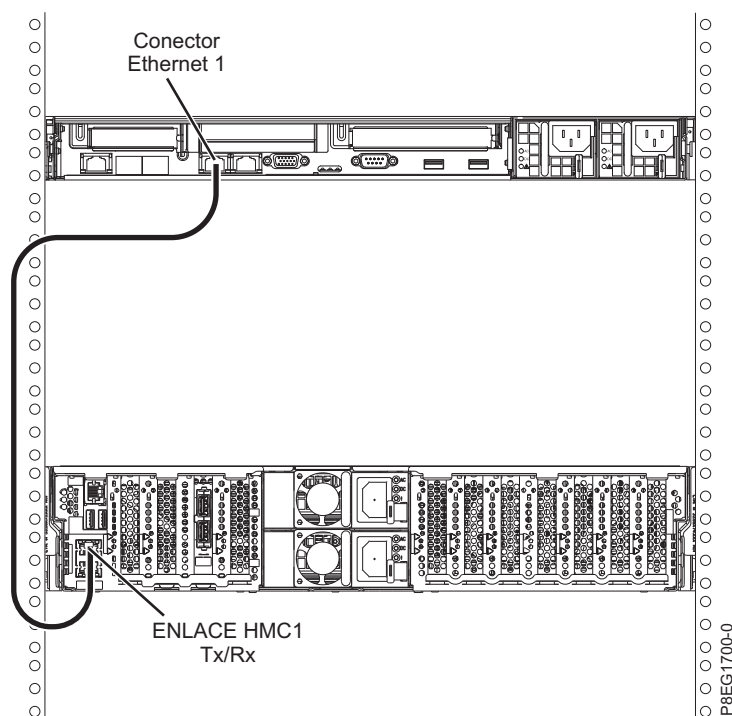

Figura 17. Conexión de la HMC al sistema gestionado
1. Si desea conectar directamente la HMC al sistema gestionado, conecte el **Conector Ethernet 1** de la HMC con el puerto **HMC1** del sistema gestionado. Consulte Figura 17 en la página 15.